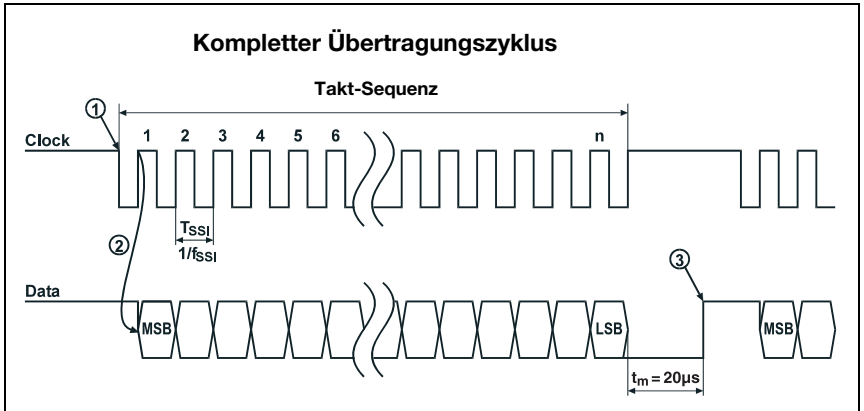

Bild 10.1: Ablaufdiagramm SSI-Datenübertragung
Im Ruhezustand liegen sowohl Takt- als auch Datenleitung auf HIGH-Pegel. Bei der ersten HIGH-LOW Flanke (Punkt ① in Bild 10.1) werden die Daten des internen Registers gespeichert. Dadurch ist sichergestellt, dass sich die Daten während der seriellen Übertragung des Wertes nicht mehr ändern.
Mit dem folgenden Wechsel des Taktsignals von LOW- auf HIGH-Pegel (Punkt ② in Bild 10.1) beginnt die Übertragung des Positionswertes mit dem höchstwertigen Bit (MSB). Mit jedem weiteren Wechsel des Taktsignals von LOW- auf HIGH-Pegel wird das nächst niederwertige Bit auf die Datenleitung gesetzt. Nachdem das niederwertigste Bit (LSB) ausgegeben wurde, schaltet mit dem letzten Wechsel des Taktsignals von LOW nach HIGH die Datenleitung auf LOW-Pegel (Übertragungsende).
Ein durch das Taktsignal retriggertes Monoflop bestimmt, wie lange es noch dauert, bis die SSI-Schnittstelle für die nächste Übertragung aufgerufen werden kann. Hierdurch ergibt sich auch die minimale Pausenzeit zwischen zwei aufeinanderfolgenden Taktsequenzen. Ist die Zeit $t_m = 20\mu\text{s}$ abgelaufen, so wird die Datenleitung wieder auf Ruhepegel (HIGH) gesetzt (Punkt ③ in Bild 10.1). Dies signalisiert somit den komplett abgeschlossenen Datenaustausch und die erneute Sendebereitschaft.